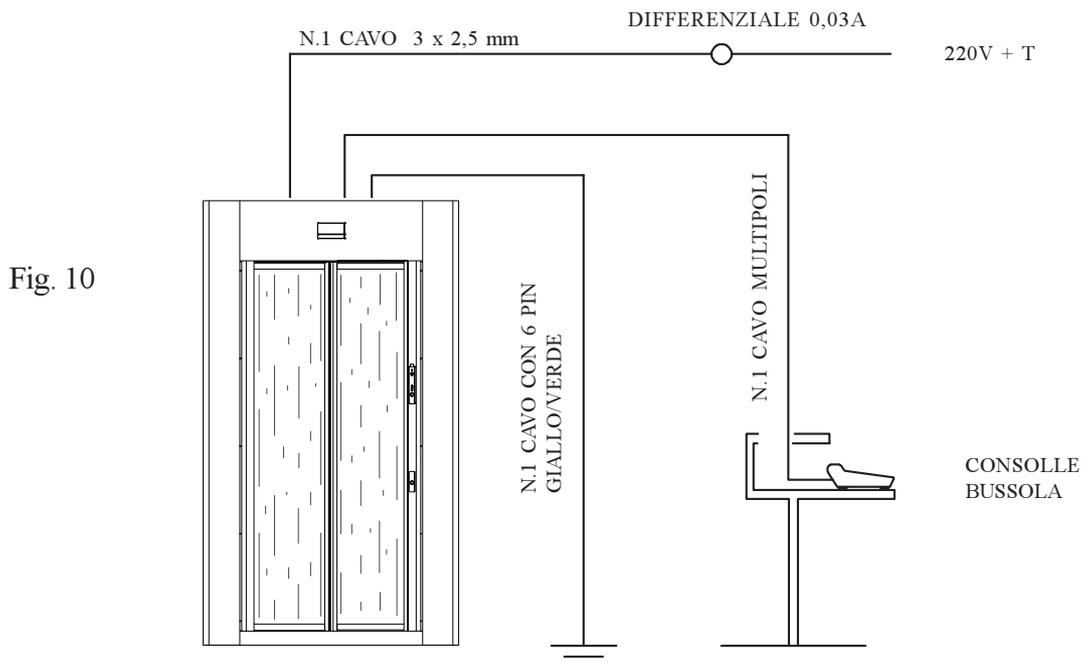
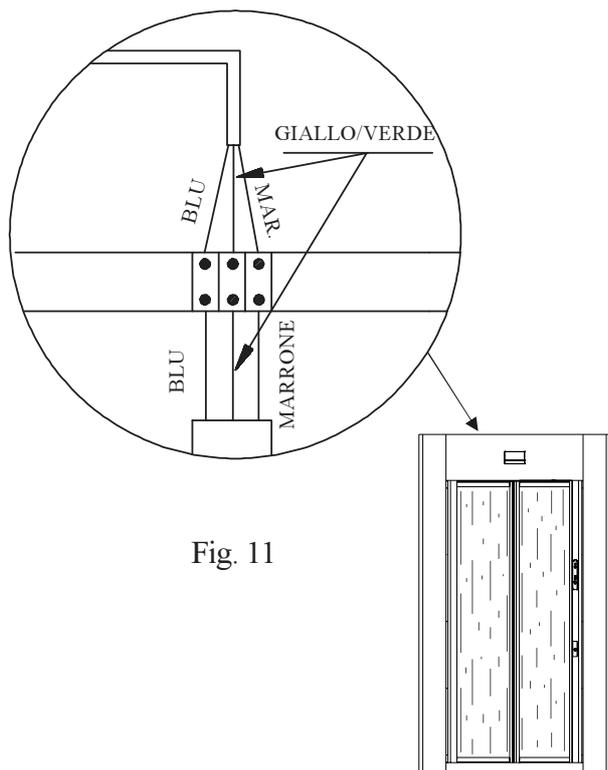

Fig. 10
Fig. 11
1) Portare un cavo di alimentazione dal quadro generale della banca sopra il tetto della bussola e collegarlo alla morsettieria posta nel lato interno banca (vedi fig. 10 e particolare in fig. 11).